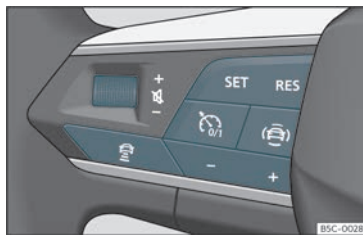

Fig. 161 No volante multifunções: botões para utilizar o ACC
O seu veículo dispõe de ACC se dispõe do menu de configuração no sistema Infotainment»» Página 93, e se dispõe dos botões próprios da função ACC no volante multifunções»» **Fig. 161.**
- Para começar a regulação pressione o botão **SET** >>> **Fig. 161**.
Para programar a velocidade pressione os botões **+** o **-** >>> **Fig. 161** até à velocidade pretendida. O ajuste de velocidade realiza-se em intervalos de 10 km/h (5 mph).
• Pressione o botão  e, em seguida, o botão + ou - >>> **Fig. 161**.